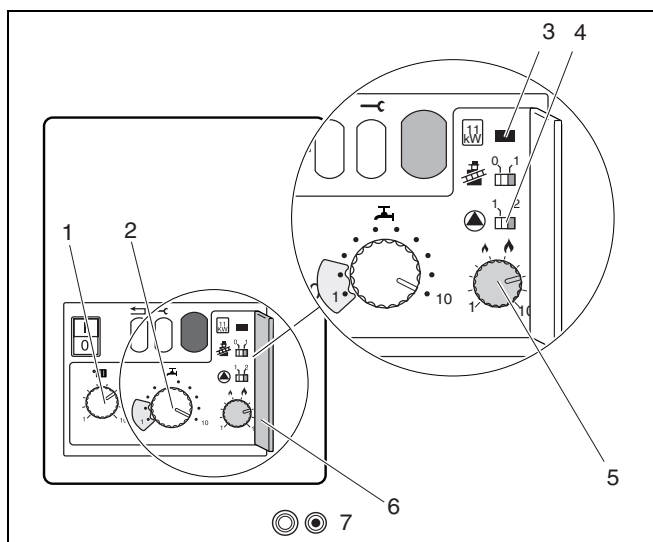

Fig. 21 Nivel de operare
Legendă la fig. 21
- Regulatorul (fig. 21, poz. 1) se fixează la temperatura maximă a turului dorită, după dimensionarea instalației și în conformitate cu tab. 3.
- Regulatorul (fig. 21, poz. 2) se fixează la temperatura dorită a apei calde, în conformitate cu tab. 4.
- Se îndepărtează și se păstrează jumperul (fig. 21, poz. 3).
- Deschiderea capacului celui de-al doilea nivel de operare (fig. 21, poz. 6).
- Reglarea puterii de încălzire conform necesarului de căldură (tab. 5) la regulator (fig. 21, poz. 5).
- Întrerupătorul ▲ (fig. 21, poz. 4) se stabilește în poziția "1". Timp de pompare al pompelor: 4 min. Întrerupătorul ▲ se stabilește în poziția "2", când instalația este reglată în funcție de temperatura camerei și există pericolul de îngheț pentru părțile instalației aflate în afara suprafeței acoperite de termostatul de cameră, precum, de exemplu, corpurile de încălzit din garaj. Timp de pompare al pompelor: 24 h.